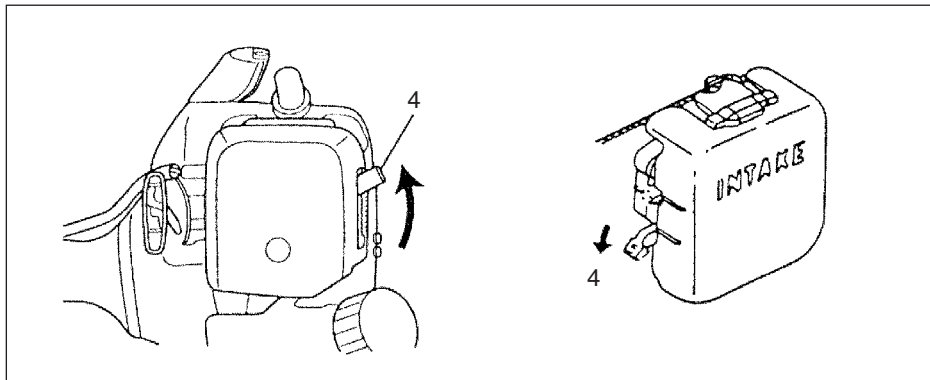

Fig. 2-3
3. Sæt chokeren i positionen CLOSED (4). (Fig. 2-3)